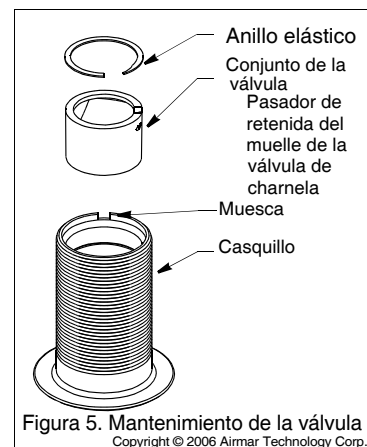

Figura 5. Mantenimiento de la válvula
2. Extraiga el anillo elástico de la válvula haciendo palanca con un destornillador en el extremo libre del anillo. Levante el anillo para extraerlo (Figura 5).
6. Para reinstalar el conjunto de la válvula, en primer lugar vuelva a armar la válvula de charnela en su casquillo con el pasador de retenida y el muelle colocados (Figura 5).